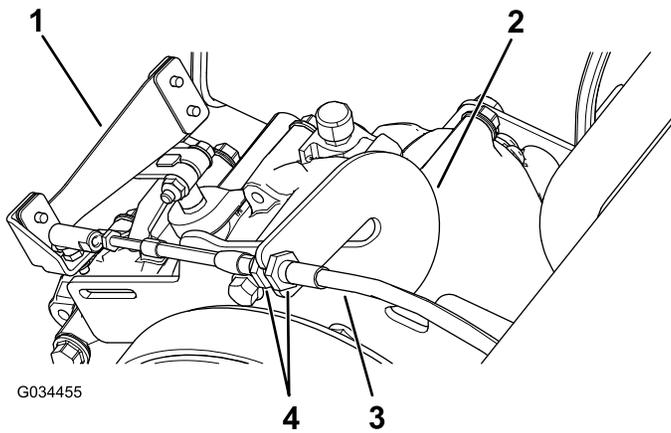

Bild 49
- Lösen Sie die Klemmutter am Bowdenzug und stellen sie ggf. ein (Bild 49).
- Testen Sie die Ganghebelstellung, indem Sie den Ganghebel auf drei unterschiedliche Stellungen drehen. Prüfen Sie, ob der Ganghebel (Bild 49) richtig beim Ändern der Gänge schaltet, siehe Einstellen der Neutral-Stellung des Ganghebels \(Seite 47\).